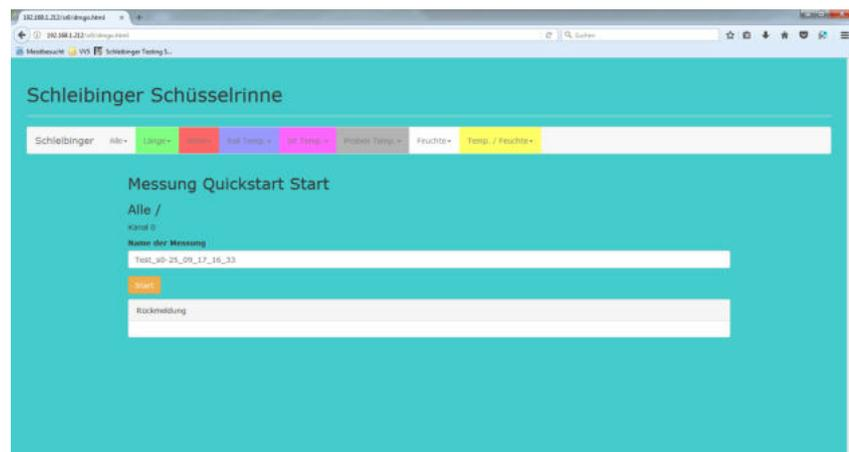

Abbildung 26: Starten der Messung mit Quickstart
- Wählen Sie im Hauptmenü **Alle** → **Quickstart** und klicken Sie auf **Start** (Abb. 26).